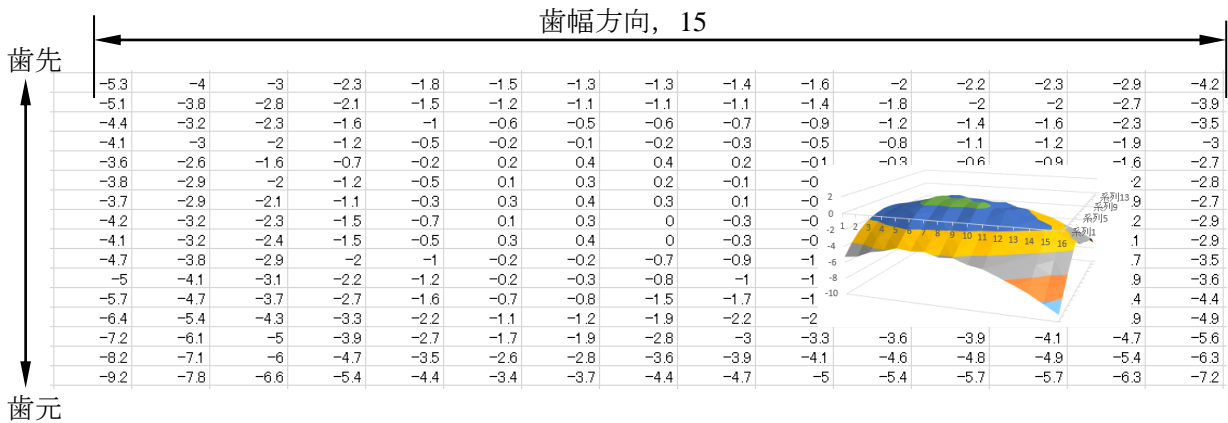

図 11 測定データの例(Excel)
- ① 例として歯車測定機で測定したデータを図 11 とします。
- ② CT-FEM Opera iii で使用する場合、修整量は(+)と定義していますので図 11 のデータを「数値×(-1)」とし、これに最小値を加算することで(-)符号が消去され修整量の最小値を 0 とすることができます。そして、図 12 の csv ファイルにファイル名を付けて保存 (例: test.csv) します。